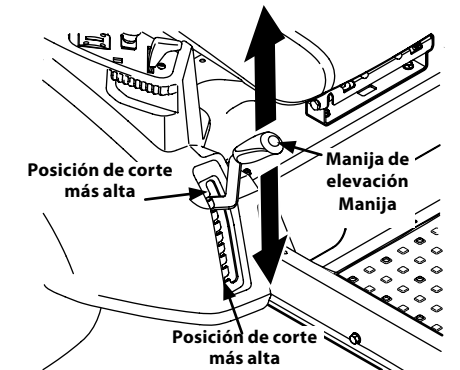

Figura 4-8
- Usando la manija de elevación de la plataforma, levante la plataforma a la posición que le ofrece mayor recorrido horizontal de la correa entre las poleas locas de la plataforma y la polea de la PTO en la base del motor. Consulte la Figura 4-8.
- Baje la plataforma hasta la posición de corte más baja usando la manija de elevación de la plataforma. Consulte la Figura 4-8.
- e. Baje la plataforma hasta la posición de corte más baja usando la manija de elevación de la plataforma. Consulte la Figura 4-8.
7. Ubique la manija de elevación de la plataforma en la posición de corte más elevada y deslice la plataforma hacia afuera desde abajo del tractor. Consulte la Figura 4-8.
1. Ubique la manija de elevación de la plataforma en la posición de corte más elevada. Vea la Figura 4-8.